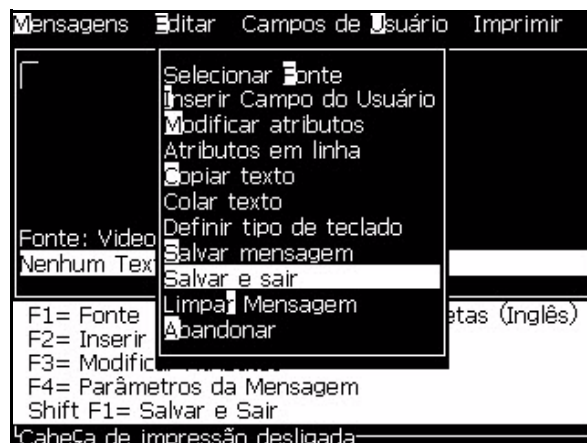

Figura 5-13: Opção Guardar e sair
- Selecione *Guardar e sair* no menu *Editor* (Figura 5-13).